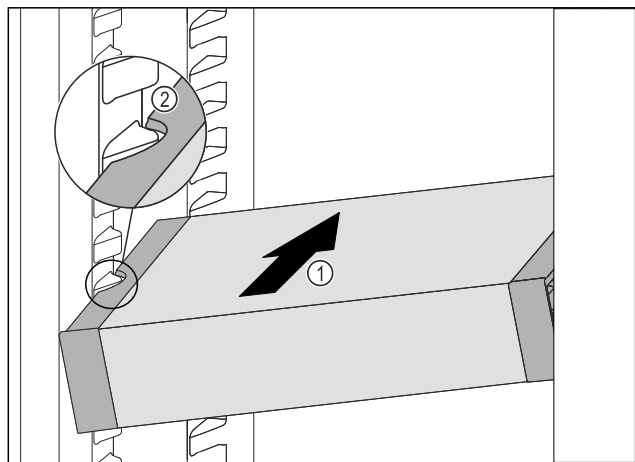

Fig. 71
- ▶ Inserire VarioSafe ad angolo nel vano frigorifero Fig. 71 (1), fino a quando le cavità laterali Fig. 71 (2) di VarioSafe non si trovano al livello della nervatura del contenitore nel vano frigorifero.